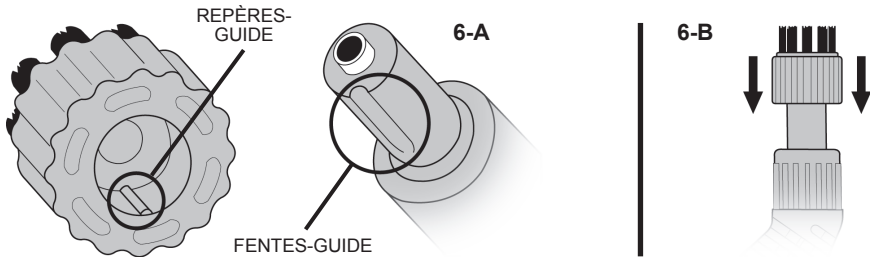

FIGURE 6
REMARQUE: Les Brosses utilitaires en nylon et la Brosse utilitaire en cuivre se raccordent toutes de la même façon. Une Brosse utilitaire en nylon apparaît à la FIGURE 6 à titre d'exemple.
1. Alignez la Brosse utilitaire choisie et la Buse directrice. Le repère-guide à l'intérieur de la Brosse utilitaire et la fente-guide de l'extrémité de la Buse directrice doivent être alignés (FIGURE 6-A).
2. Poussez fermement sur la Brosse utilitaire pour y insérer la Buse directrice (FIGURE 6-B).